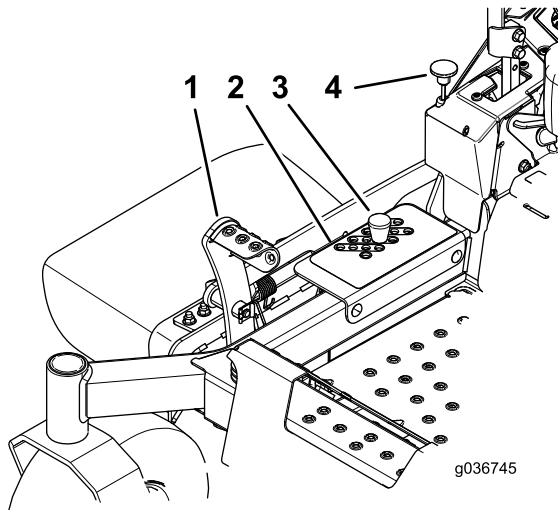

Figura 29
2. Pise el pedal de elevación de la carcasa y eleve la carcasa a la posición de TRANSPORTE (que es también la posición de Altura de corte de 127 mm o 5") como se muestra en **Figura 29**.
3. Para ajustar la altura de corte, retire el pasador del soporte de altura de corte (**Figura 29**).
4. Seleccione el taladro del soporte de altura de corte que corresponde a la altura de corte deseada, e inserte el pasador (**Figura 29**).